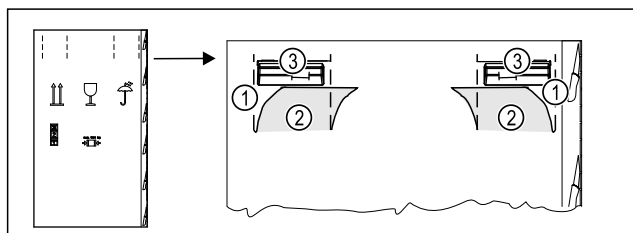

Fig. 4
- ▶ Wcisnąć górną część kartonu opakowaniowego w miejscu perforacji Fig. 4 (1).
- ▶ Wyciągnąć wciśnięte zakładki Fig. 4 (2).
- ▶ Uchwyt do przenoszenia Fig. 4 (3) jest widoczny po prawej i lewej stronie.
- ▶ Przytrzymać urządzenie za uchwyty do przenoszenia Fig. 4 (3).